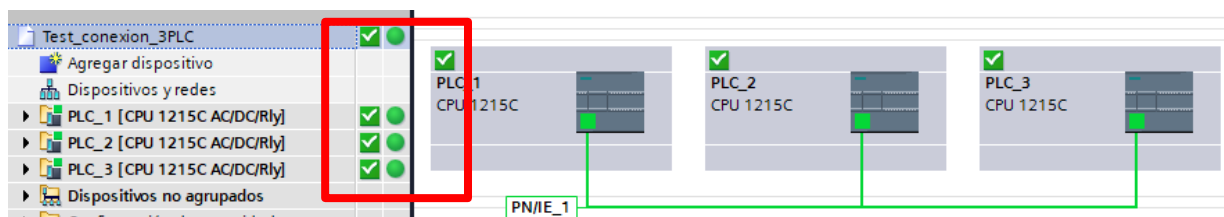

Figura 12. Proyecto TIA Portal con conexión PROFINET entre tres PLC sin errores
4. En cada PLC, carga en el dispositivo las **modificaciones de hardware** que has realizado. Conéctate a los PLC, y comprueba que no aparecen mensajes de error y que las marcas de estado en TIA Portal aparecen en verde (ver Figura 12). Guarda el proyecto con un nombre identificativo (lo vamos a volver a usar).